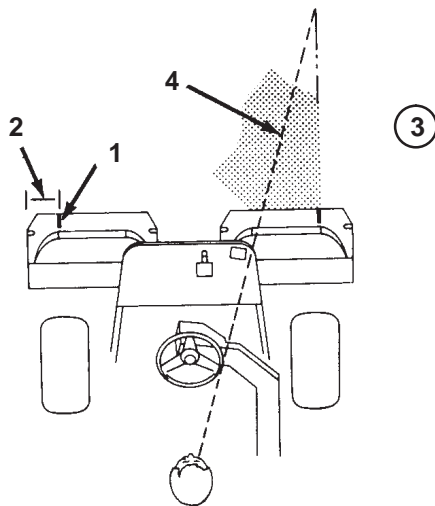

Bild 25
- Bringen Sie einen Streifen weißes Isolierbands an jedem Korb an, oder zeichnen Sie eine Linie. Das Isolierband bzw. die Linie sollten parallel mit der äußeren Kante jedes Korbs verlaufen (Bild 25).
3. Wenn Sie zurückfahren, sollte der neue Mähgang den ersten ein klein wenig überlappen. Damit Sie in einer möglichst geraden Linie über die Grünfläche fahren können und einen gleichmäßigen Abstand zum zuvor gemähten Rasenstück einhalten können, sollten Sie sich eine imaginäre Sichtlinie ungefähr 1,8 bis 3 m vor der Maschine bis zum Rand des noch ungemähten Teils der Grünfläche vorstellen (Bild 25 und 26). Manche Leute finden es auch hilfreich, die äußere Kante des Lenkrads in die Sichtlinie mit einzubeziehen, d.h. sie halten das Lenkrad in einer Linie mit einem Punkt, der immer im gleichen Abstand von der Vorderseite der Maschine bleibt (Bild 25 und 26).